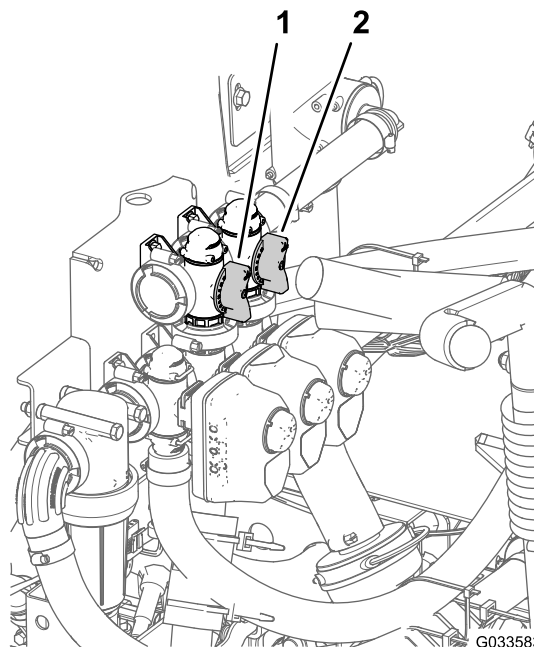

Figura 86
11. Ajuste la válvula de desvío de agitación (**Figura 86**), situada en la parte trasera de la válvula de agitación, hasta que la presión marcada en el manómetro sea de 6,9 bar.
8. Ajuste la palanca de la válvula de desvío maestra para controlar la cantidad de agitación en el depósito (Figura 86).